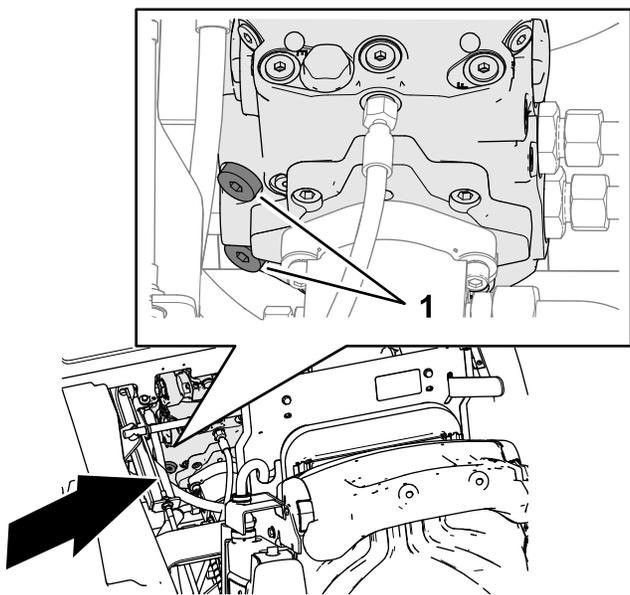

Figura 38
- Utilice una llave allen de 8 mm para girar los 2 tapones de cabeza hexagonal de las válvulas de alivio de la bomba de la transmisión 3 vueltas en sentido horario (Figura 38).